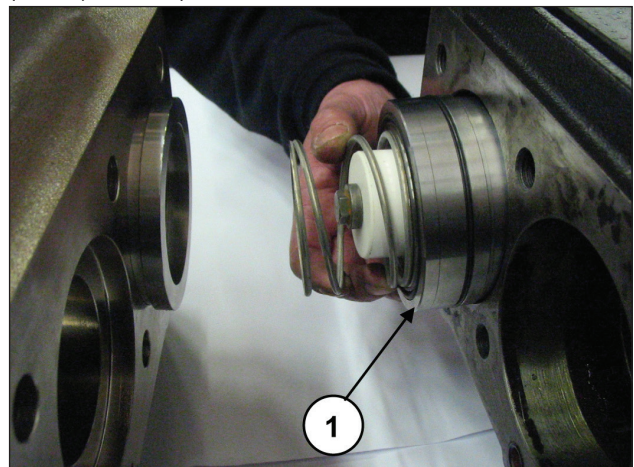

Abb. 159
Schieben Sie die Kolbenführung durch Drehen der Welle so weit vor, dass der mitgetriebene Dorn den Dichtungshalter, die Feder und die gesamte Kolbenbaugruppe herausdrückt (Pos. ①, Abb. 159).